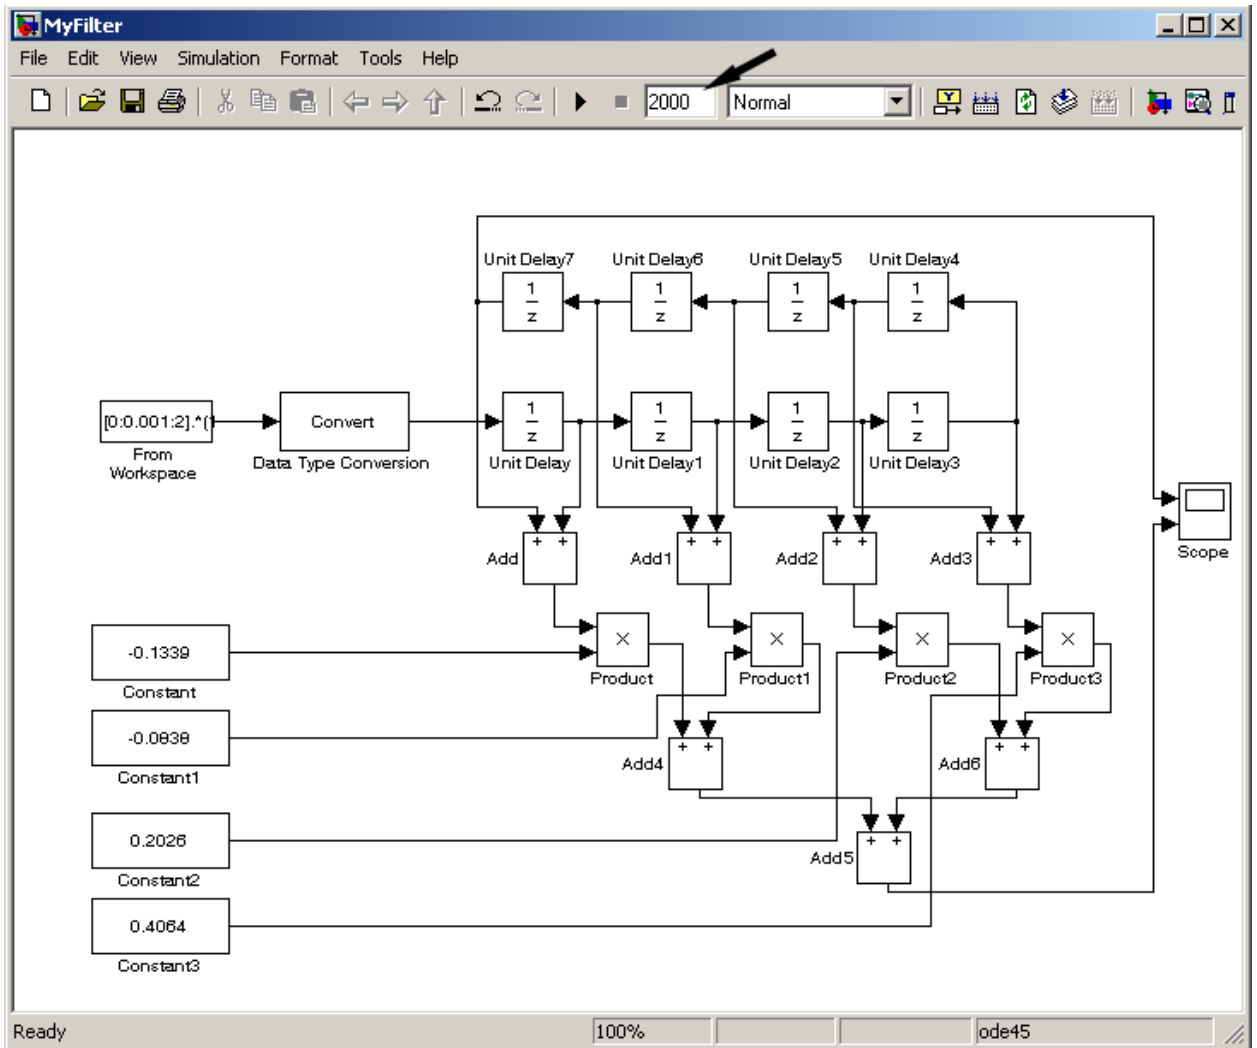

Рис. 9. Стрелкой на рисунке указано место, где можно задать время симуляции модели
16. Соедините добавленные блоки сигналами, как показано на рис. 9.
Здесь необходимо отметить несколько моментов. Прежде всего, если посмотреть на диаграмму модели цифрового фильтра (рис. 9), то станет ясно, что далеко не все блоки модели относятся непосредственно к реализации разработанного фильтра. Так, например, блоки From Workspace, Data Type Conversion, Scope, Constant, Constant1 и т.д. предназначены для моделирования входного (фильтруемого) сигнала, отображения результата фильтрации на графике, задания коэффициентов фильтра. Эти блоки, таким образом, моделируют окружение (среду), в котором функционирует разработанный фильтр. Если говорить в терминах языка описания цифровой аппаратуры, то эти блоки относятся к описанию TestBench. Очевидно, что перед генерацией VHDL-кода для разработанного фильтра, необходимо отделить блоки модели, относящиеся непосредственно к архитектуре фильтра, от тех, что моделируют условия его работы. Такое разделение в Simulink можно осуществить с помощью блока Subsystem и специального файла, называемого Control file.